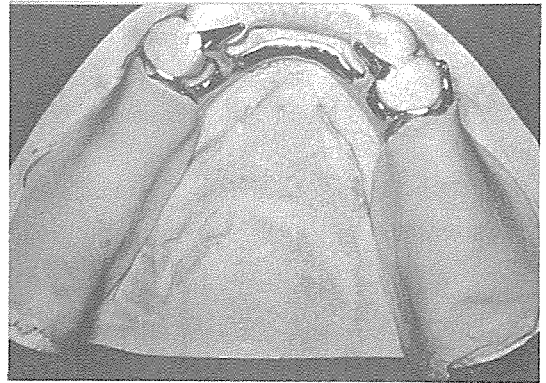

Fig. 6. 제1소구치로부터 연장된 견치 rest
2. Extension from primary rest(Fig. 6)